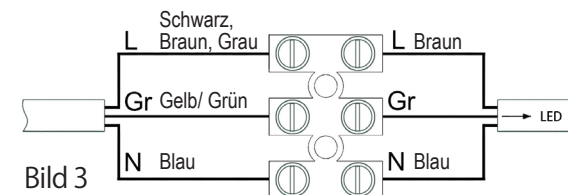

Bild 3
5. Das Kabel lt. Kennzeichnung anschließen (Bild 3).